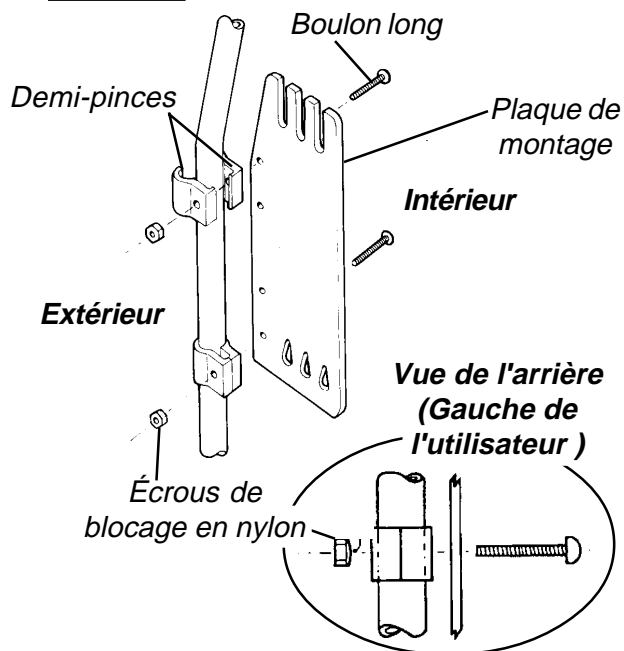

FIGURE 2 - INSTALLER SUR LES FAUTEUILS MUNIS DE MONTANTS DE DOSSIER DE 1-PO. (25MM) DE DIAMÈTRE
### Installer sur les fauteuils munis de montants de dossier de 1 po. (25mm) de diamètre (FIGURE 2)
- Insérer deux (2) boulons longs (par l'intérieur) dans les petits orifices de la plaque de montage, puis dans les demi-pinces. Se référer à la FIGURE 2.
- Placer un (1) insert dans le montant du dossier avec l'ouverture de l'insert face au dossier du fauteuil.